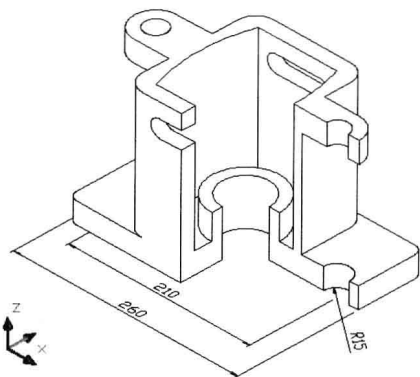

图 9-4-1
(1) 打开素材文件“9-4.dwg”，此时使用的是默认的世界坐标系。
(2) 单击“注释”选项卡，在“标注”面板中单击“线性”按钮 ，捕捉并单击底边的端点，标注出长度。用同样的方法标注其他尺寸，如图 9-4-1 所示。
(3) 单击“视图”选项卡，在“坐标”面板中单击“3点”按钮 ，命令行提示“指定新原点 <0, 0, 0>”，捕捉并单击端点 1；提示“在正 X 轴范围上指定点 <5831.3152, -1350.0000, 0.0000>”，捕捉并单击端点 2；命令行提示“在 UCS XY 平面的正 Y 轴范围上指定点 <0.3152, -9.0000, 0.0000>”，捕捉并单击端点 3，在指定的原点位置创建了新的用户坐标系。